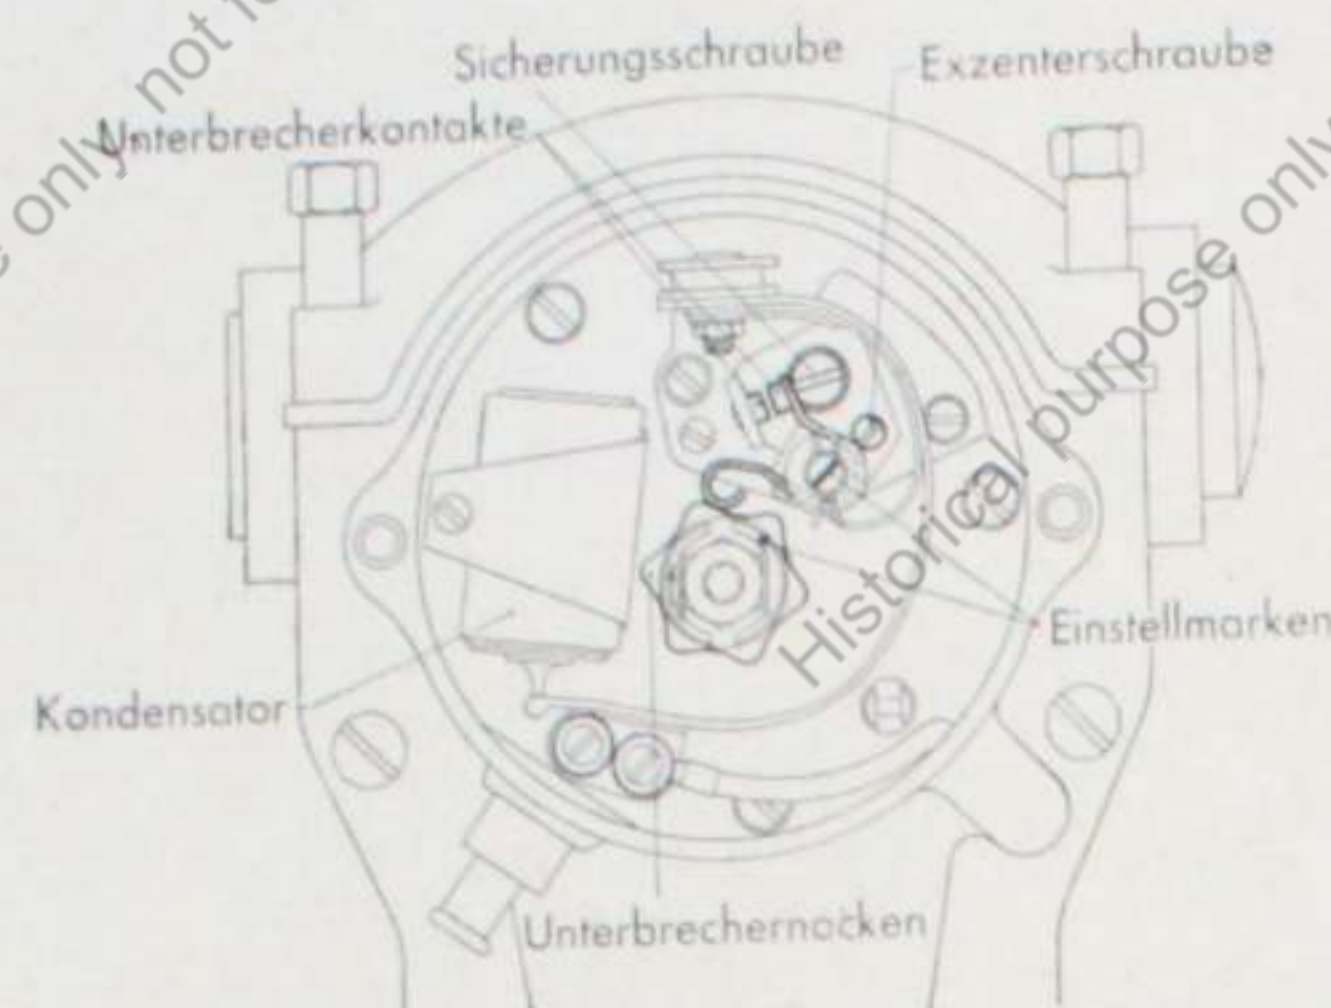

Bild 76
3. Magnetz nder durch Drehen des Antriebsrades abschnappen lassen, bis Marke am Novotextrad mit Marke am Geh use ungef hr  bereinstimmen (zwangsl ufig decken sich hierdurch die Einstellmarken im Unterbrechergeh use, siehe Bild 76)